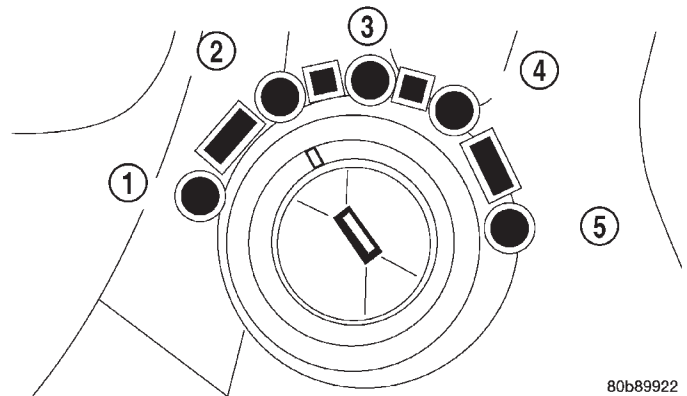

Fig. 279 Posiciones de la llave e interruptor de encendido
(3) Coloque la llave de encendido en la posición OFF o en la posición ON/RUN (Fig. 279).